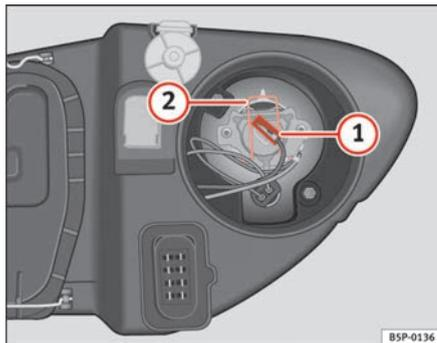

Fig. 184 Feux de route
- Retirez le connecteur ⇒ fig. 184 ① de la lampe.
- Appuyez sur le ressort ⇒ fig. 184 ② vers l'intérieur et vers la droite.